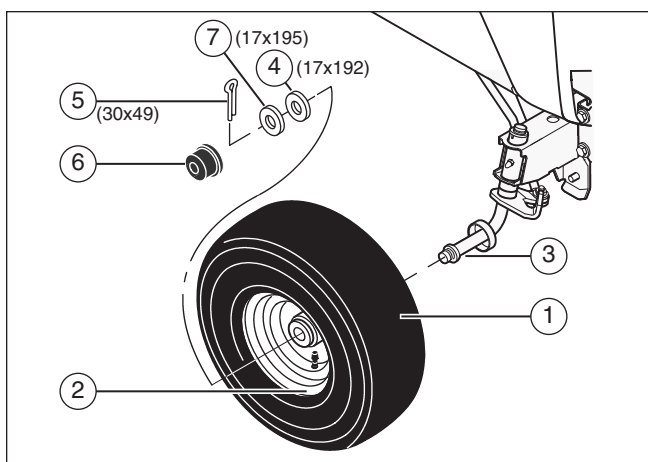

Figure 1
A l'aide d'un couteau, coupez les quatre côtés de la boîte. Installez les roues avant (1) dans ce bac (Figure 1).